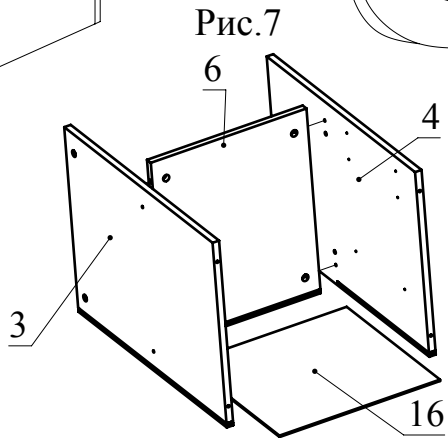

Рис.7
3. С помощью минификс соедините детали 4,5 и 7. В пазы на деталях 4,5 вставьте деталь 16 (Рис.7).